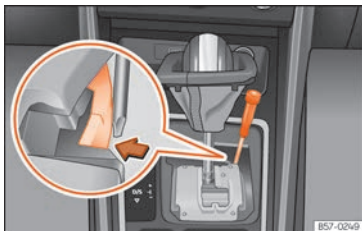

Abb. 218 Wählhebel: Notentriegeln aus der Parkstellung.
- Drücken Sie seitlich mit Hilfe der flachen Seite des Schraubendrehers auf die gelbe Taste und halten Sie sie gedrückt » » **Abb. 218**.